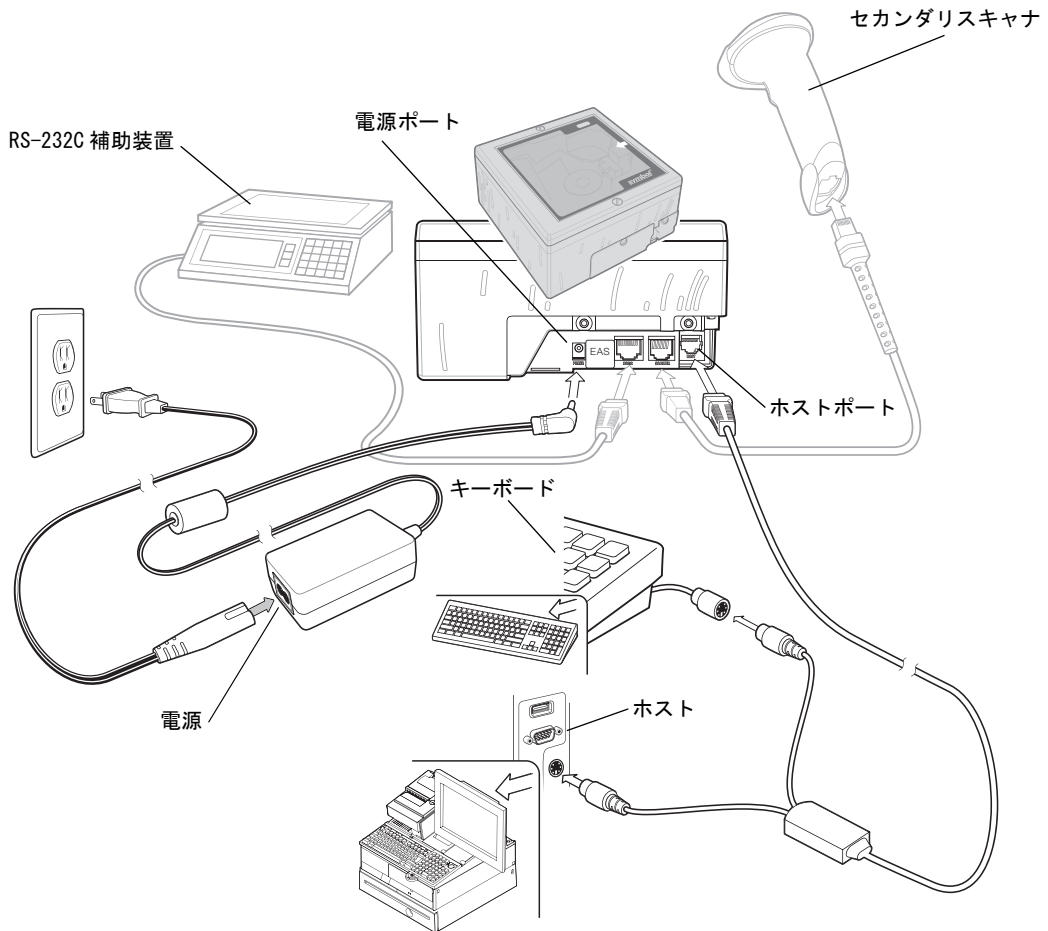

図 5-2 周辺機器が接続されている場合のキーボードインターフェース接続 - 電源は外部から供給
5. 周辺機器をそれぞれのポートに接続します（図 5-2 参照）。